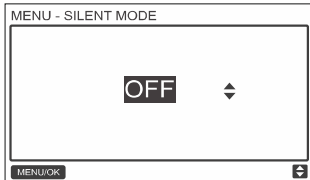

Abb. 66: SILENT MODE (leise Betriebsart) einstellen
Stellen Sie durch Drücken der Tasten ERHÖHEN ▲⏮ oder VERRINGERN ▼⏭ ein, ob die leise Betriebsart eingeschaltet (ON) oder ausgeschaltet (OFF) sein soll, wie in Abb. 66 gezeigt.